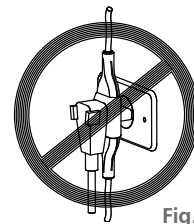

Fig. 9
- Em hipótese alguma, conectar outros aparelhos na mesma tomada (fig. 9).